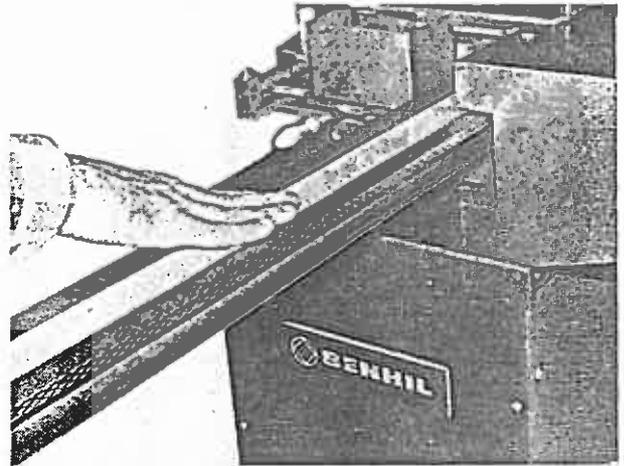

Bild 81
1. Maschine langsam laufen lassen und Gurtband leicht gegen die Laufrichtung drücken (Bild 81); es darf nicht stehen bleiben, ggf. nachspannen.